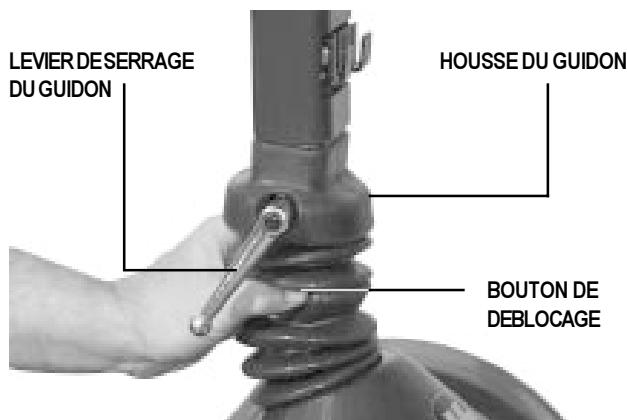

Figure 10. Réglage angle du guidon
1. Tournez le levier dans le sens opposé à l'horaire pour desserrer. Si le levier vient en contact avec le panier, tirez-le vers l'extérieur, tournez-le dans le sens horaire et relâchez-le. Continuez de tourner jusqu'à ce que le guidon bouge. Voir la figure 10.